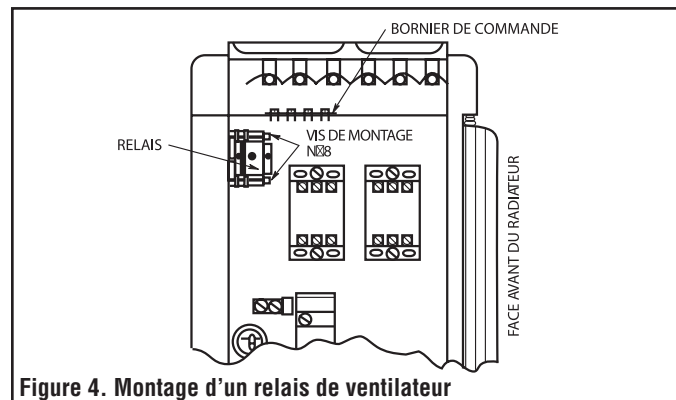

Figure 4. Montage d'un relais de ventilateur
1. Monter le relais dans le logement de la commande à l'aide de deux vis de montage N°8 comme l'indique la figure 4.
1. Monter le relais dans le renforcement à l'aide de deux vis N°8 comme l'indique la figure 4.